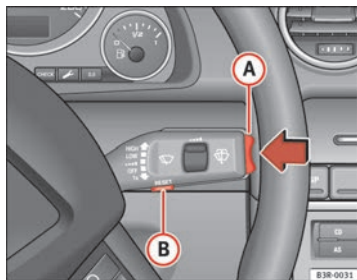

Fig. 60 Levier d'essuie-glace : Eléments de commande de l'ordinateur de bord
Appuyez sur la touche Reset (B) $\Rightarrow$ page 91, fig. 60 pour sélectionner successivement les fonctions des ordinateurs de bord 1 et 2.
Appuyez brièvement sur le sélecteur de fonction ou sur la touche **Reset** $\Rightarrow$ page 91, fig. 60 pour arrêter l'alarme de durée du trajet.
- Appuyez sur le côté supérieur ou inférieur du sélecteur de fonctions (A) ⇒ fig. 60. Les fonctions de l'ordinateur de bord dans les différents niveaux de mémoire s'affichent successivement.